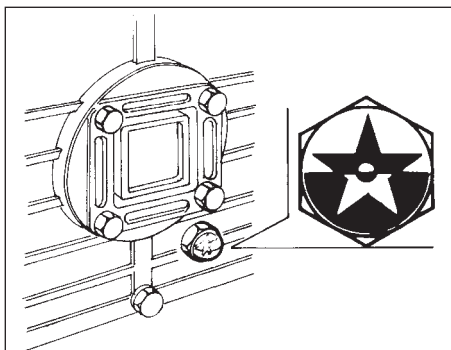

fig. 1
- controlar el nivel del aceite a través de la tapa transparente en los compresores lubricados (*fig. 1*); el punto rojo en su centro indica el nivel ideal (en caso de niveles anómalos, ver el párrafo: "Intervenciones para la Manutención");